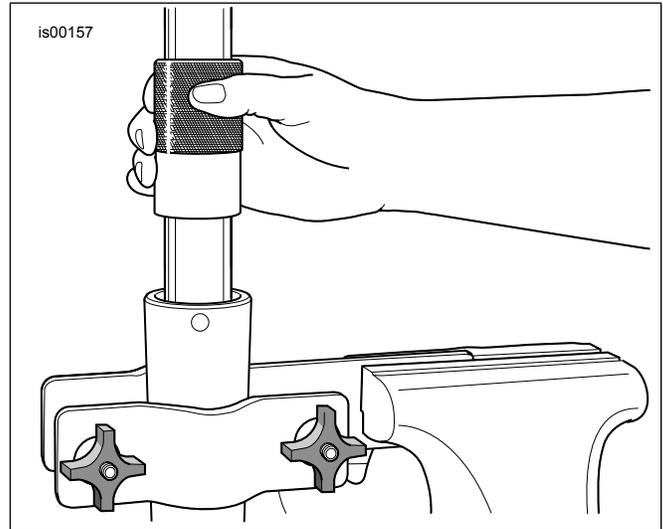

Abbildung 4. Gabelöldichtung einbauen
5. Den Innendurchmesser und Außendurchmesser der Gleitbuchse (E) mit sauberem Gabelöl bestreichen. Die Gleitbuchse am Tauchrohr nach unten schieben (in beiden Richtungen).
6. Die Dichtungsdistanzscheibe (D) am Tauchrohr nach unten schieben, bis sie an der Gleitbuchse anstößt (in beiden Richtungen).
7. Die **neue** Gabelöldichtung (4) innen mit sauberem Gabelöl schmieren. Den AD der Gabelöldichtung mit Harley-Davidson Seal Grease bestreichen. Die Gabelöldichtung mit der beschrifteten Seite nach oben auf dem Tauchrohr nach unten schieben, bis sie an der Dichtungsdistanzscheibe anliegt.
8. Siehe Abbildung 4 >. Das Buchseneinbauwerkzeug für die Gabeldichtung (HD-45305) bereitlegen und wie folgt vorgehen:
- b. Siehe Abbildung 4 >. Das Werkzeug wie ein Schlagwerkzeug benutzen und die Gabelöldichtung (mit Dichtungsdistanzscheibe und Gleitbuchse) auf dem Tauchrohr nach unten drücken, bis die Halteclipnut auf der Innenseite des Gabelgleitrohrs sichtbar ist.